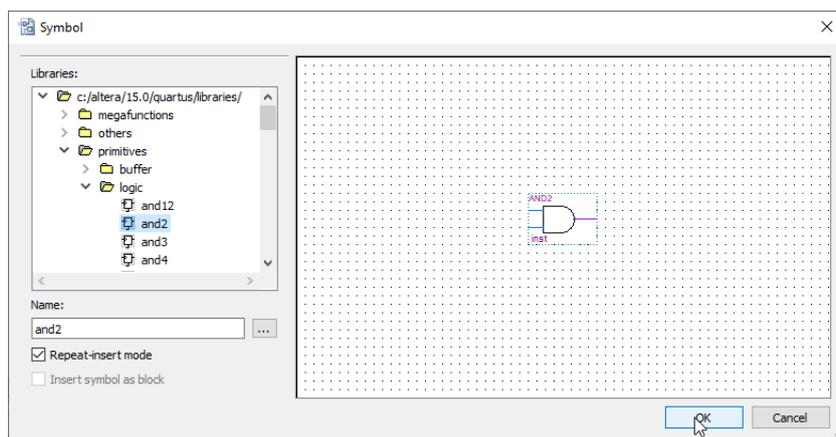

Figura 14: Prévia do símbolo escolhido para esquemático
Então, para esse exemplo, foi criada a pasta de projeto ”tutorial_15.0” para o projeto ”decodificador”. Na Figura 14, então é solicitado o nome do projeto, no caso, ”decodificador” e nome do projeto de hierarquia mais alta (TOP LEVEL), que também é ”decodificador”.
3. Na pasta **logic**. Selecionar a primitiva **and2**. Uma réplica do símbolo aparece na caixa de diálogo (Figura 14). Clique em **Ok**